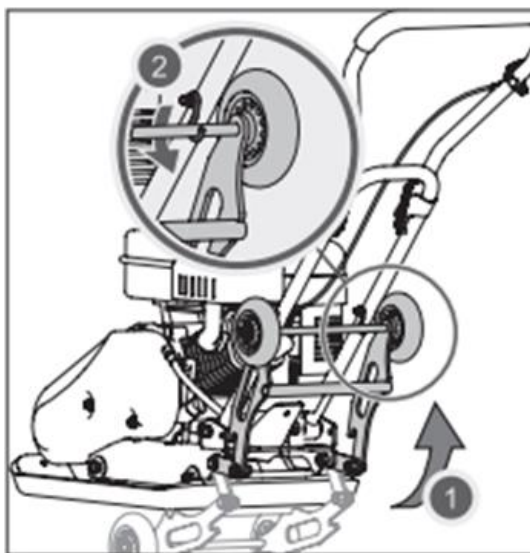

Рис. 7
2. Установите транспортировочную тележку в нерабочее положение. Поднимите её вверх (шаг 1 на Рис. 7) и зацепите за крючки (шаг 2 на Рис. 7).